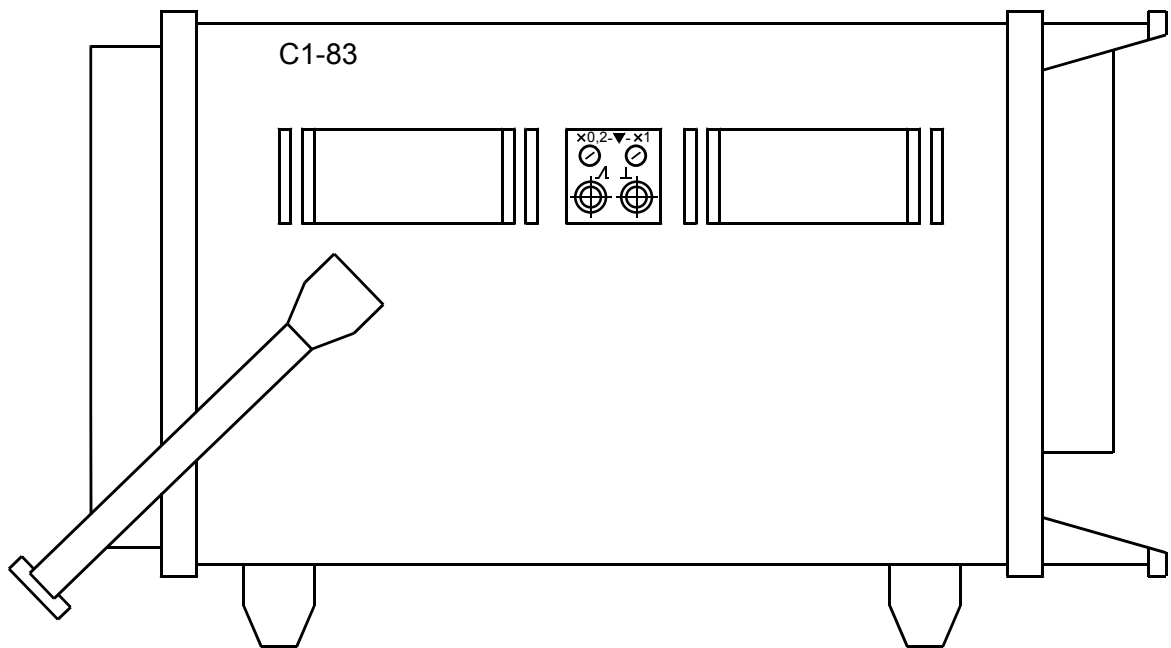

Рис. 4. Правая боковая панель осциллографа С1-83
4.7. Органы управления, расположенные на правой боковой стенке прибора (рис. 4):